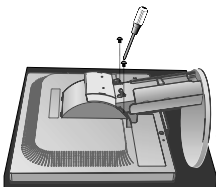

Figure S.2
3. Placez le moniteur face vers le bas sur une surface non abrasive (Figure S.2).
4. Retirez les deux vis fixant le moniteur au support (Figure S.2).